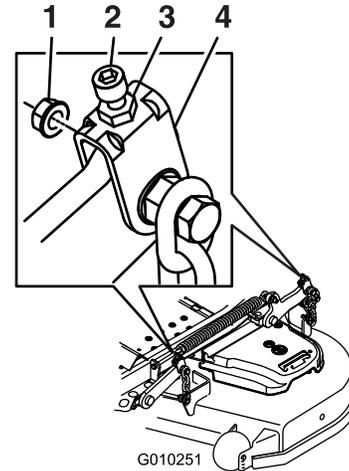

**Figure 94**
10. Pour les tabliers de coupe montrés à la Figure 94, ajustez précisément le serrage de l'écrou de réglage sur l'ensemble de relevage du tablier avant (Figure 94).
17. Ajustez précisément le serrage de l'écrou de réglage sur l'ensemble de relevage du tablier avant (Figure 94).